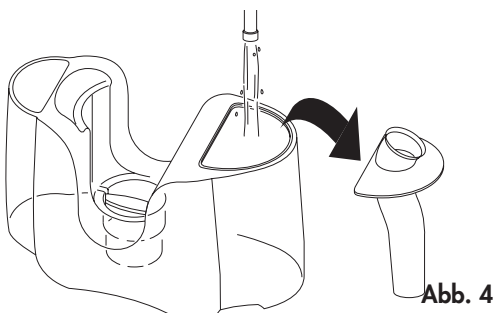

Abb. 4
- Für die Nutzung des Gerätes als Staubsauger, 2,5 l Wasser einfüllen, welche dem auf dem Tank markierten Höchstfüllstand entsprechen. Um den Tank leichter füllen zu können, wird empfohlen, den Luftförderschlauch **G** zu entfernen (Abb.4).